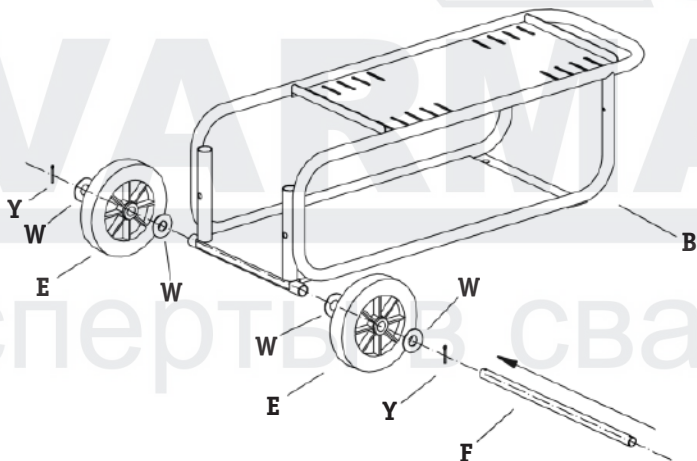

Рис. 6.2. Установка колес.
1. Установите ось тележки и колеса. Используйте шплинт для фиксации колес (См. рис. 6.2).